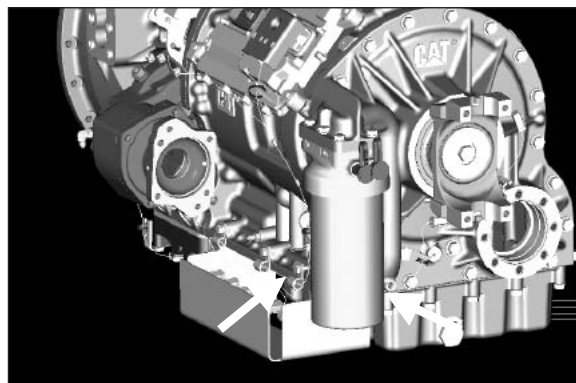

Abb. 7
HINWEIS: Es stehen zwei (2) Hochdruckanschlüsse zur Verfügung. Den Anschluss auf der Fahrerseite des Getriebes verwenden, außer wenn dies aufgrund einer Pumpe oder einer angetriebenen Ausrüstung nicht möglich ist (**Abb. 7**).